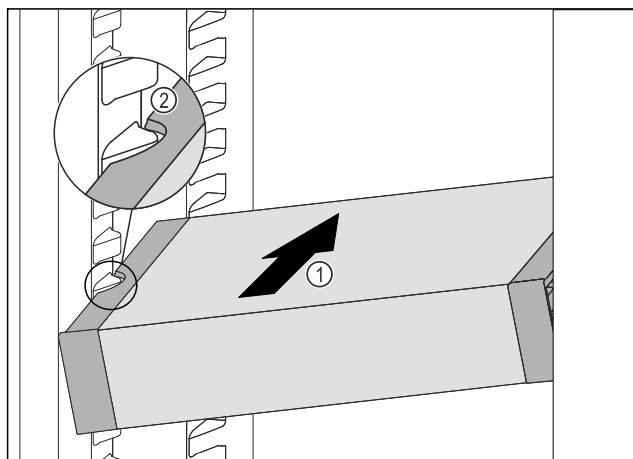

Fig. 150
- VarioSafe gurajte koso u hladnjak Fig. 150 (1) sve dok se bočni otvori Fig. 150 (2) ladice VarioSafe ne nađu na visini žlijeba spremnika u hladnjaku.